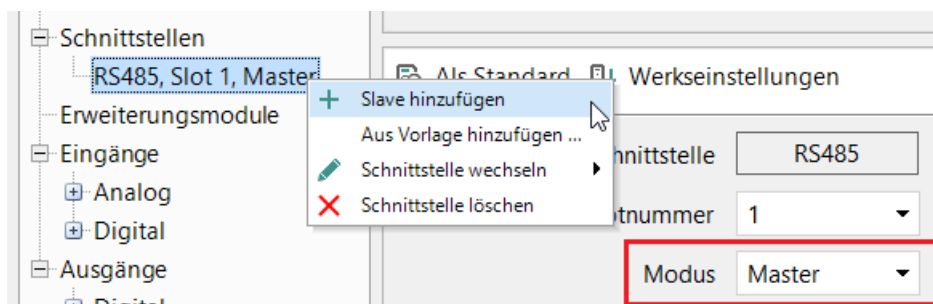

Abb. 2. Master-Schnittstelle erstellen
5. Wählen Sie *Schnittstellen > RS485, Slot 1* und ändern Sie den Modus von *Slave* auf *Master* (Abb. 2).